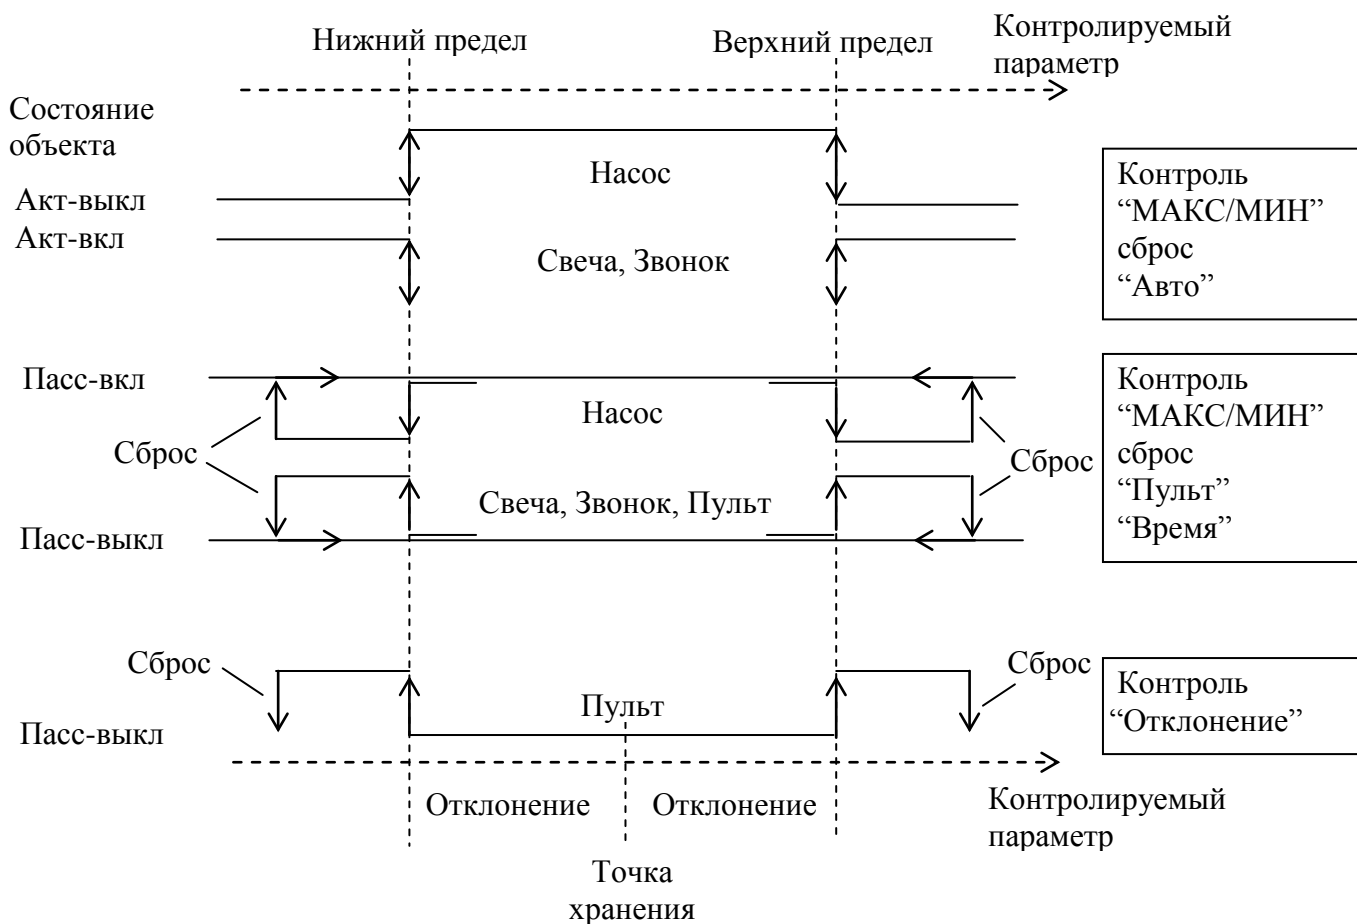

Рисунок 6.1
- б) “Насос” - канал управления БУ2 с негативной диаграммой (см. рисунок 6.1);